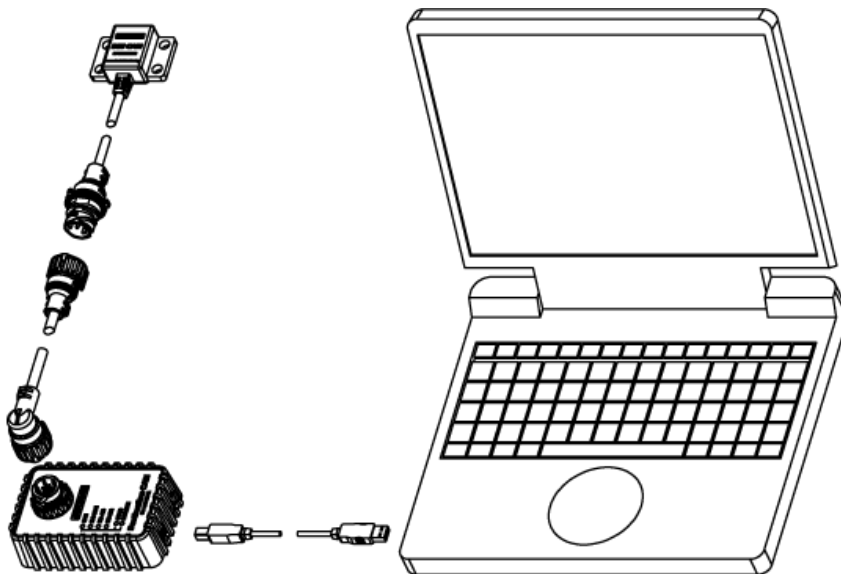

рис. 5.1. Контроллер – кабель – сервисный адаптер – кабель – ноутбук
- 4) Подключите контроллер к сервисному адаптеру с помощью кабеля (рис. 5.1).